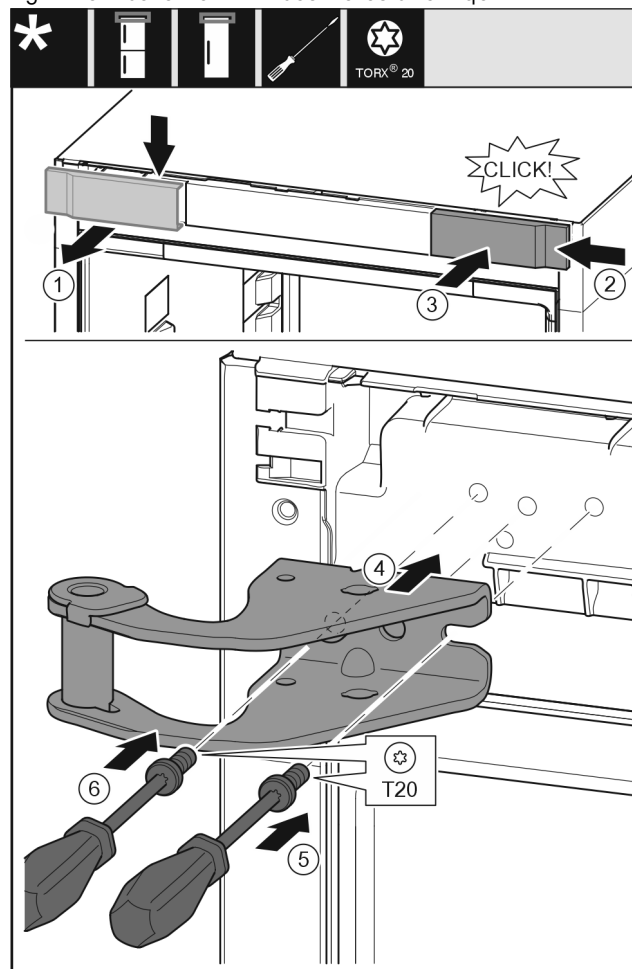

Fig. 9
- ▶ Hiqni kapakun mbulues nga lart duke e tërhequr përpara. Fig. 9 (1)
- ▶ Futni kapakun të rrotulluar me 180°, në anën tjetër nga e djathta. Fig. 9 (2)
- ▶ Mbërtheni në vend kapakun mbulues. Fig. 9 (3)
- ▶ Vendosni bazamentin mbështetës të sipërm. Fig. 9 (4)
- ▶ Vendosi vidën me një kaçavidë T20 dhe shtrëngojeni fort. Fig. 9 (5)
- ▶ Futni në vend vidën me një kaçavidë T20 dhe shtrëngojeni fort. Fig. 9 (6)